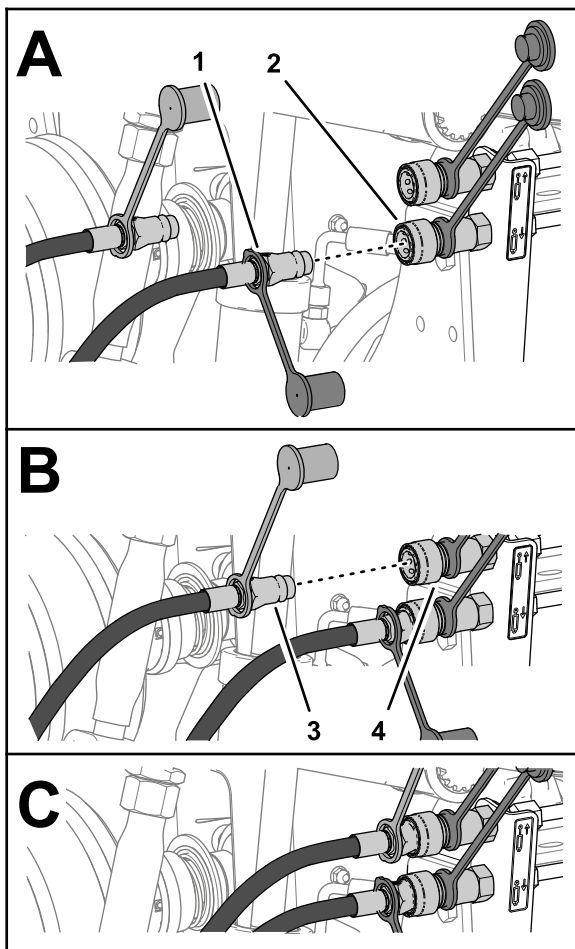

Bild 33
4. Verbinden Sie den Schnelltrennanschluss zum Ausfahren des Zylinders mit dem Schnelltrennanschluss zum Absenken des Heckenbaugeräts (Bild 33)